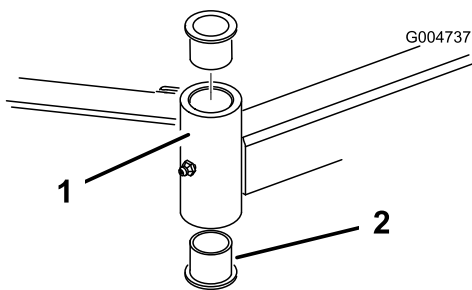

Bild 79
4. Stecken Sie einen Dorn oben oder unten in das Befestigungsrohr und treiben die Büchsen heraus (Bild 79). Treiben Sie dann die andere Büchse aus dem Rohr heraus. Reinigen Sie die Innenseite der Rohre.